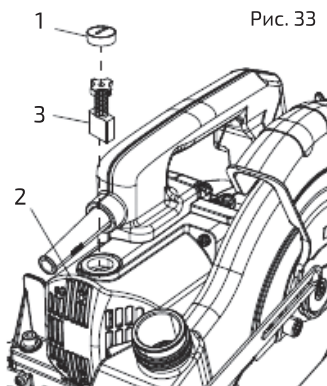

Рис. 33
Снимать колпачок следует осторожно, поскольку он подпружинен. Затем извлечь и заменить угольную щетку (3) (рис. 33).